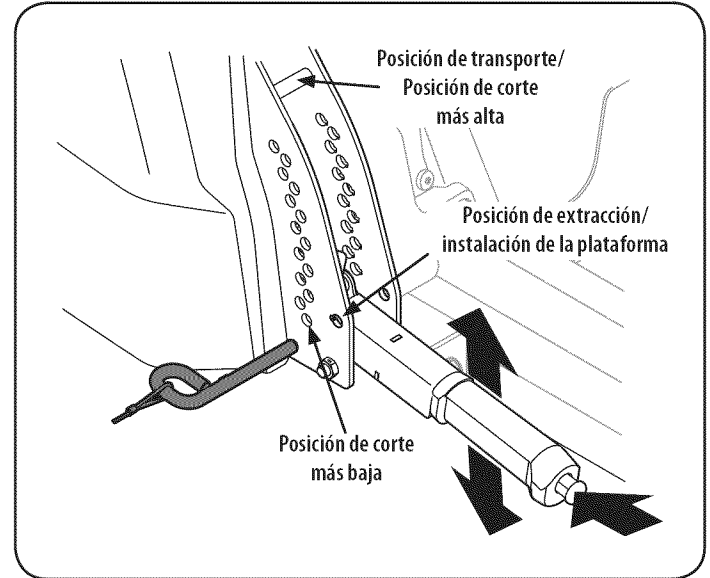

Figura 33
- a. Usando la manija de elevación de la plataforma, levante la plataforma a la posición que le ofrece mayor recorrido horizontal de la correa entre las p Poleas locas de la plataforma y la p Polea de la PTO en la base del motor. Vea la Figura 33.
- d. Baje la plataforma hasta la posición de extracción/instalación usando la manija de elevación de la plataforma. Vea la Figura 33.
1. Ubique la manija de elevación de la plataforma en la posición de corte más elevada. Vea la Figura 33.